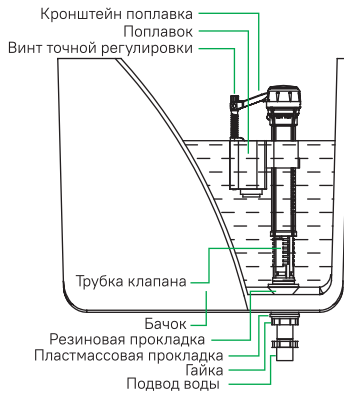
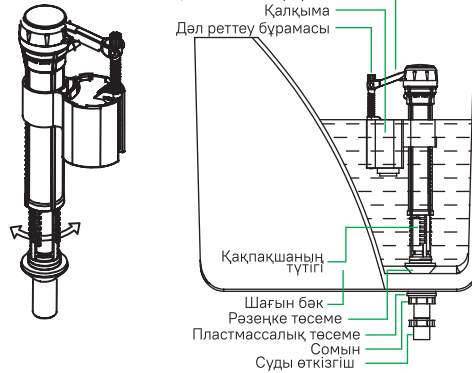

Рис. 1
Рис. 3
- поверните трубку клапана относительно корпуса по часовой стрелке на 25°, как показано на рис. 3;
- передвигая трубку клапана вверх или вниз, установите необходимую высоту клапана (рис. 3).**Уровень воды соответствует верхнему краю поплавка (рис. 1), он должен быть на 2–4 см ниже трубки перелива воды;**